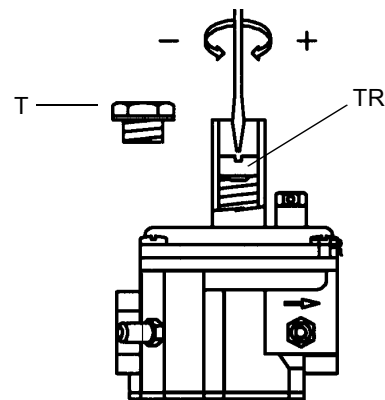

Рис. 49
- Для увеличения давления газа на выходе при помощи отвёртки поворачивайте винт TR, как показано на Рис. 49.